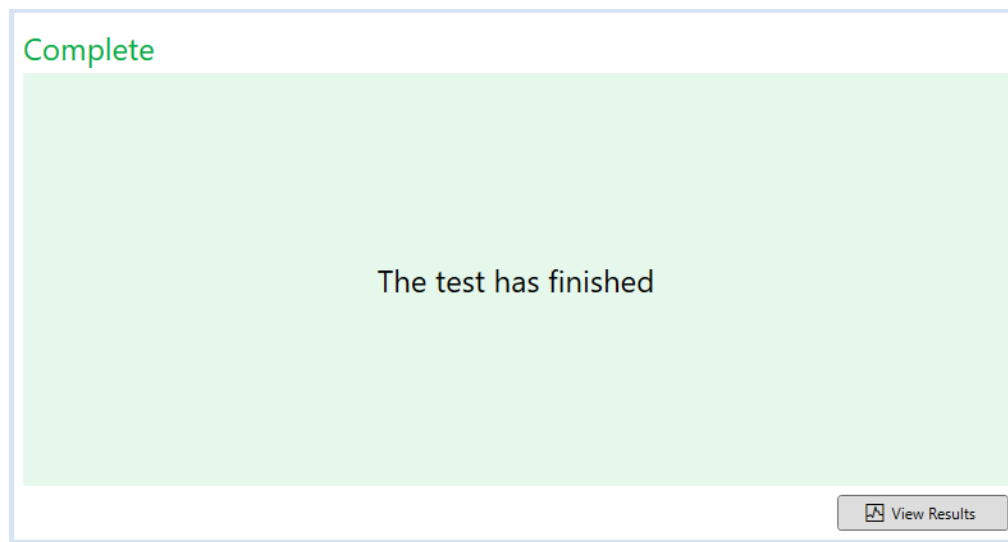

Abbildung 14. BG Analytics®-Abgeschlossen-Bildschirm
8. Sobald der Test in allen Kavitäten abgeschlossen ist, wechselt BGA automatisch zum **Abgeschlossen**-Bildschirm und zeigt die Meldung „Der Test ist abgeschlossen“ an (siehe Abbildung 14).